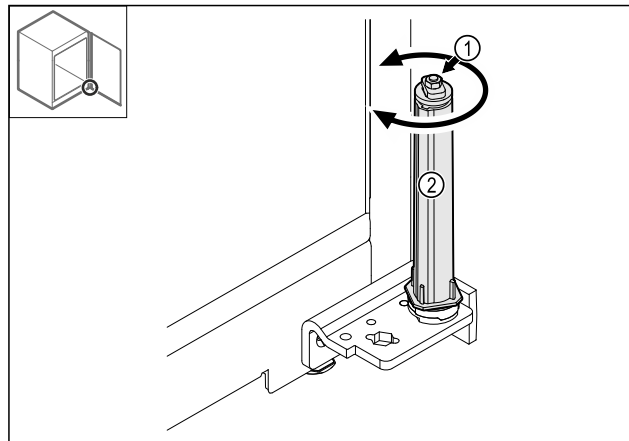

Fig. 36
- ▶ Не разглобявайте винтовото съединение Fig. 36 (1) на затварящата система.
- ▶ Въртете затварящата система Fig. 36 (2), докато тя щракне.